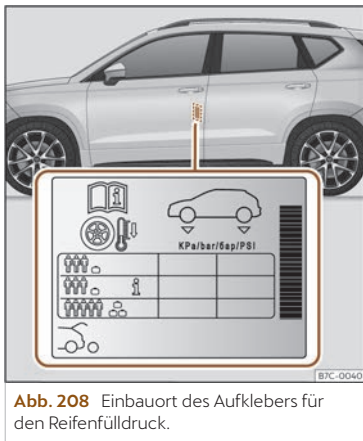

Abb. 208 Einbauort des Aufklebers für den Reifendruck.
- Passen Sie bei größerer Zuladung den Reifendruck entsprechend an >>> (**Abb. 208**).
Die Angaben zum Reifendruck befinden sich auf dem Aufkleber an der Fahrertürsäule >>> (**Abb. 208**).
Der Reifendruck muss der aktuellen Fahrzeugbelastung angepasst werden. Wenn das Fahrzeug voll beladen werden soll, muss der Reifendruck entsprechend dem auf dem Reifendruck-Aufkleber angegebenen maximalen Wert erhöht werden >>> (**Abb. 208**).
Füllen Sie bei einem minimierten Notrad (125/70 R16 oder 125/70 R18) auf einen Druck von 4,2 bar, gemäß Angabe auf dem Aufkleber mit den Reifendruckwerten >>> (**Abb. 208**).
Je nach Fahrzeug kann der Reifendruck auf halbe Last eingestellt werden, um den Fahrkomfort zu verbessern (Reifendruck >>> (**Abb. 208**)). Beim Fahren mit Komfort-Reifendruck kann sich der Kraftstoffverbrauch leicht erhöhen.
- Der Fahrer ist verantwortlich für den richtigen Reifenfülldruck an allen Reifen am Fahrzeug. Der empfohlene Reifenfülldruck befindet sich auf einem Aufkleber >>> (Abb. 208).
- Immer den richtigen Reifenfülldruck am kalten Reifen einhalten, wie auf dem Aufkleber angegeben >>> (Abb. 208).